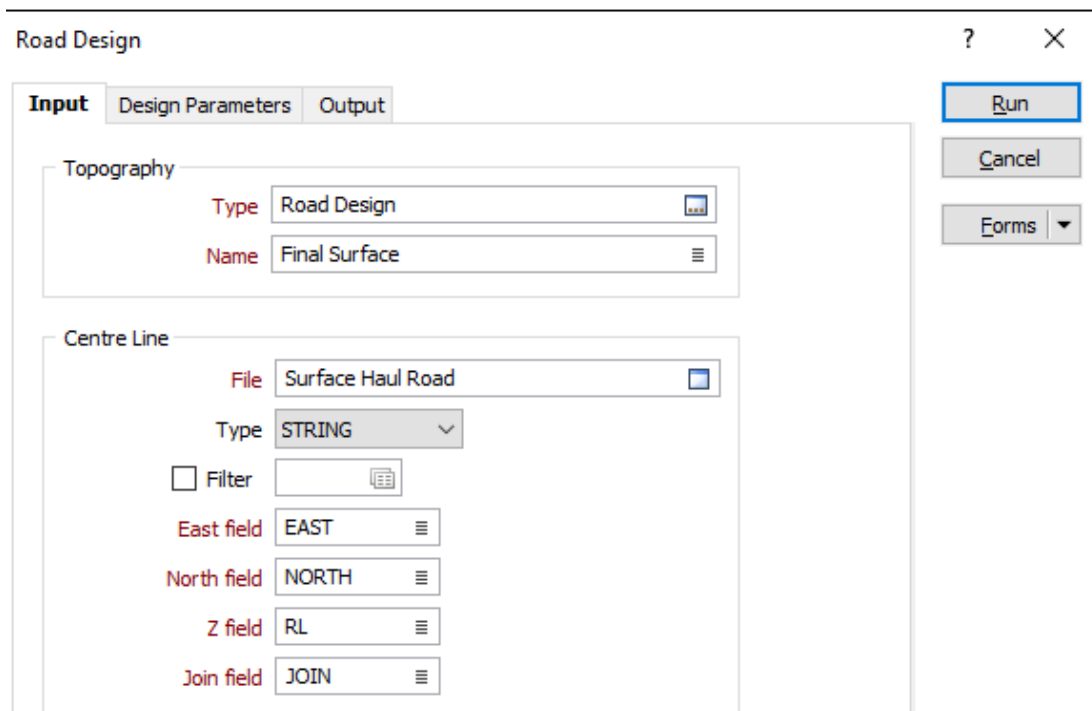

Рисунок 7.3 - Налаштування вихідних параметрів проектування дороги
15. Перейдіть на вкладку проектування дороги (рис.7.3). Оберіть тип каркасу та інші параметри як вказано на рисунку.